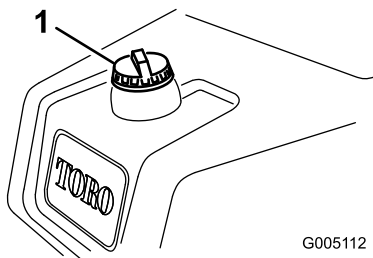

Bild 30
1. **Reinigen Sie den Bereich um den Tankdeckel (Bild 30).**